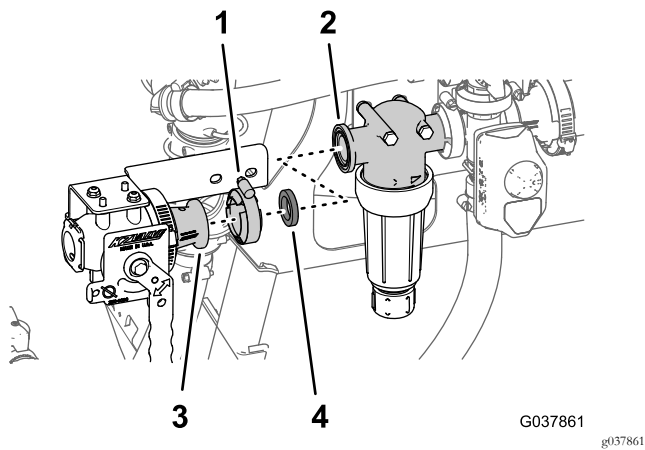

Рисунок 63
4. Совместите фланец отсечного клапана эдуктора и прокладку 25 x 35 мм (1 x 1-3/8 дюйма) с фланцем головки фильтра (Рисунок 63).
6. Установите отсечной клапан эдуктора на головку фильтра (Рисунок 63) с помощью фланцевого хомута размером от 40 до 64 мм (от 1-9/16 до 2-1/2 дюйма).